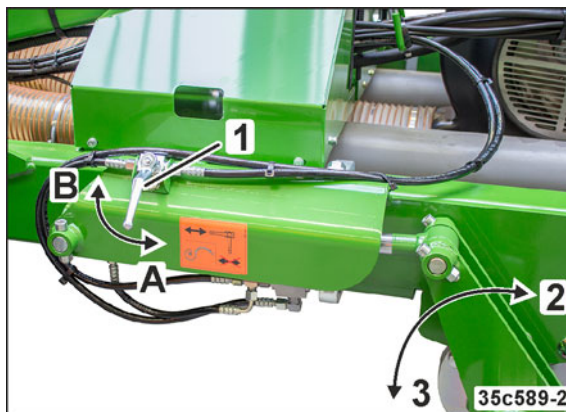

Fig. 238
1. Drej traktorsporløsnere i arbejdsstilling (Fig. 238/3):
1. Drej traktorsporløsnere i transportstilling (Fig. 238/2):